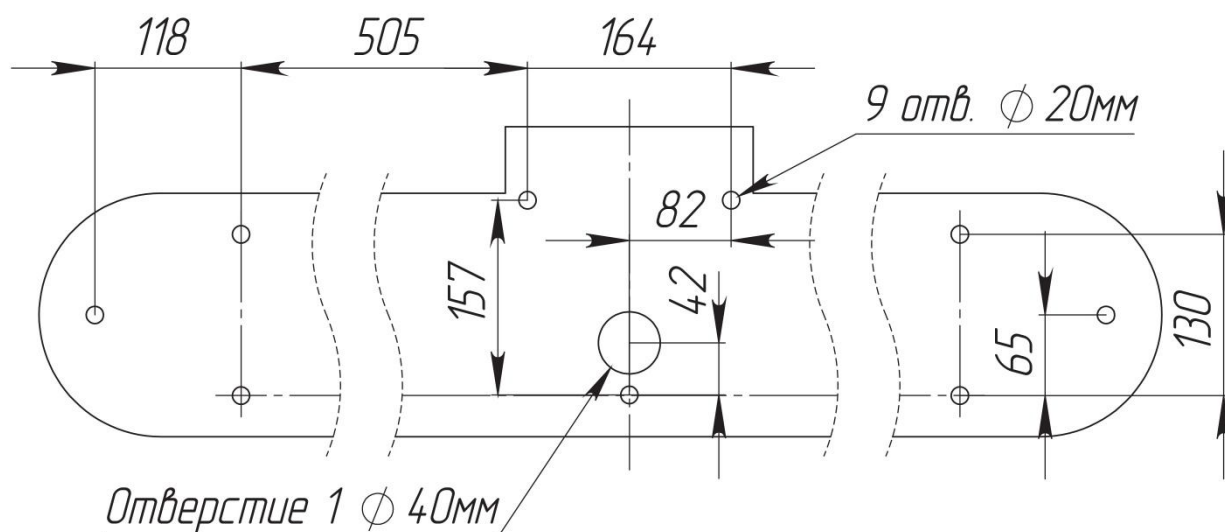
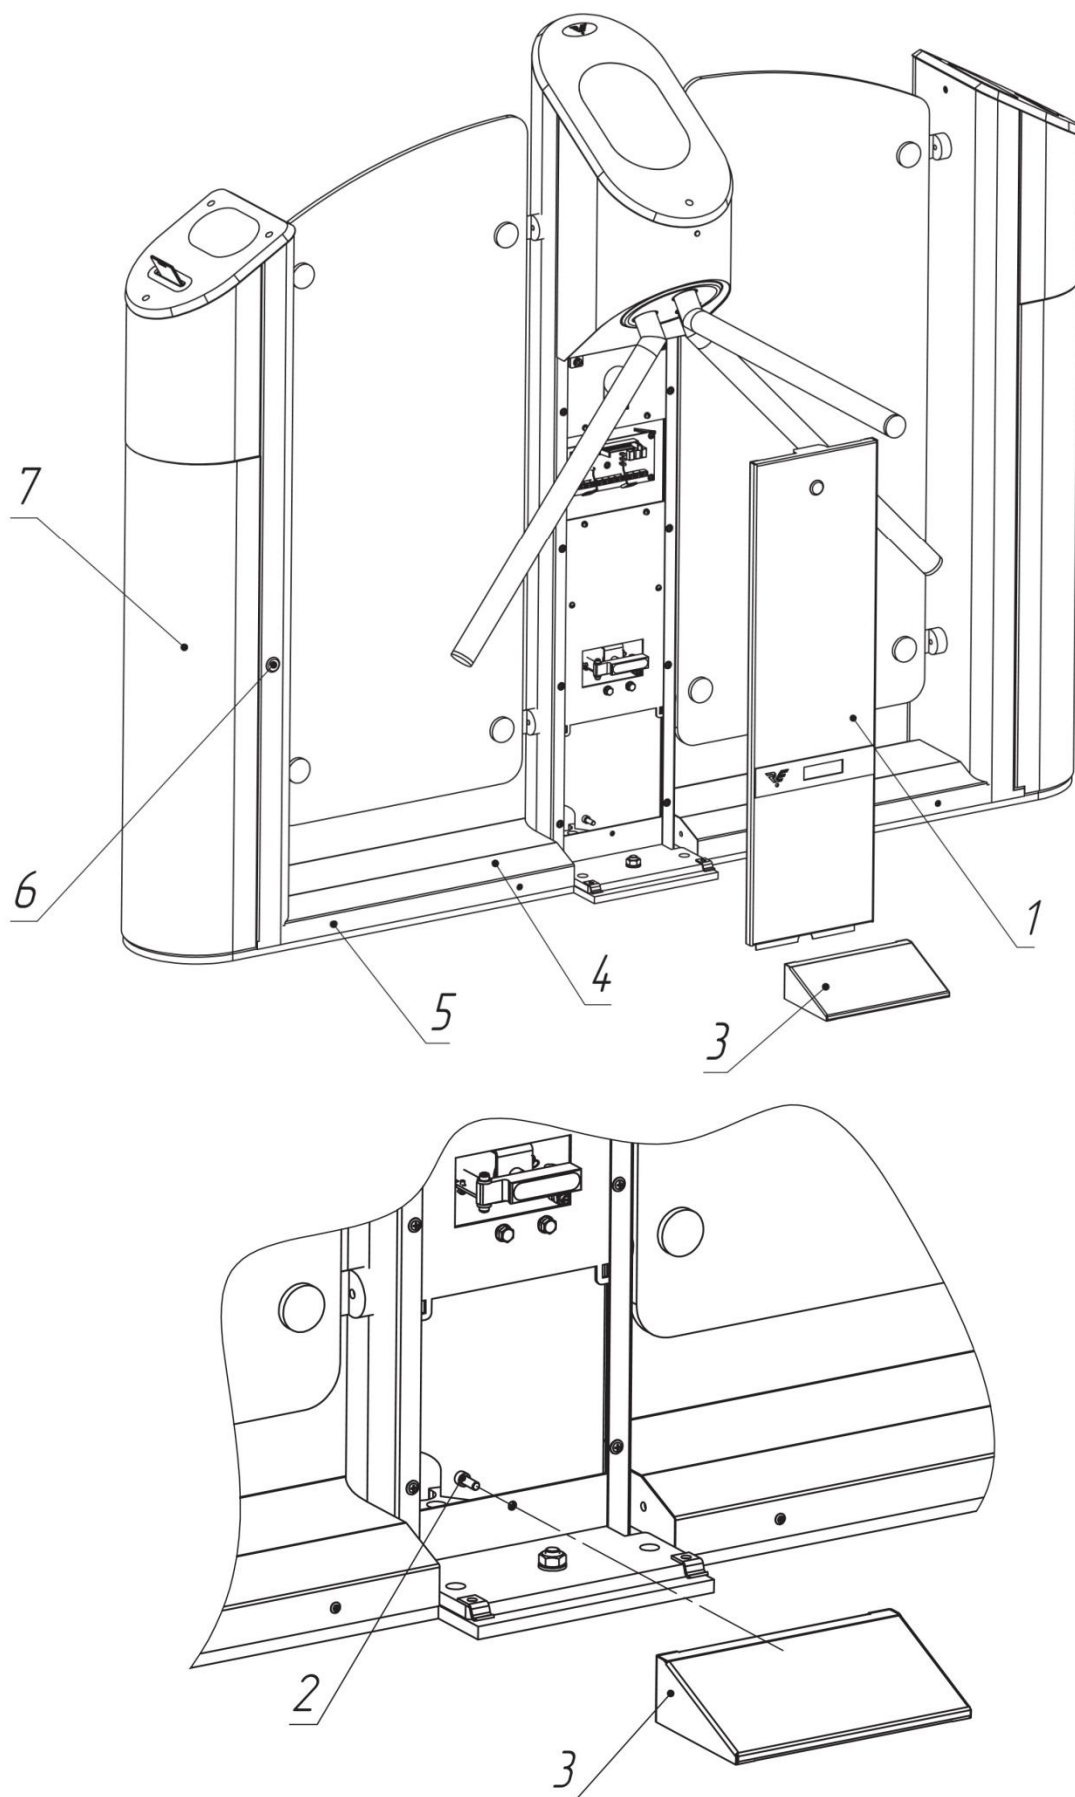
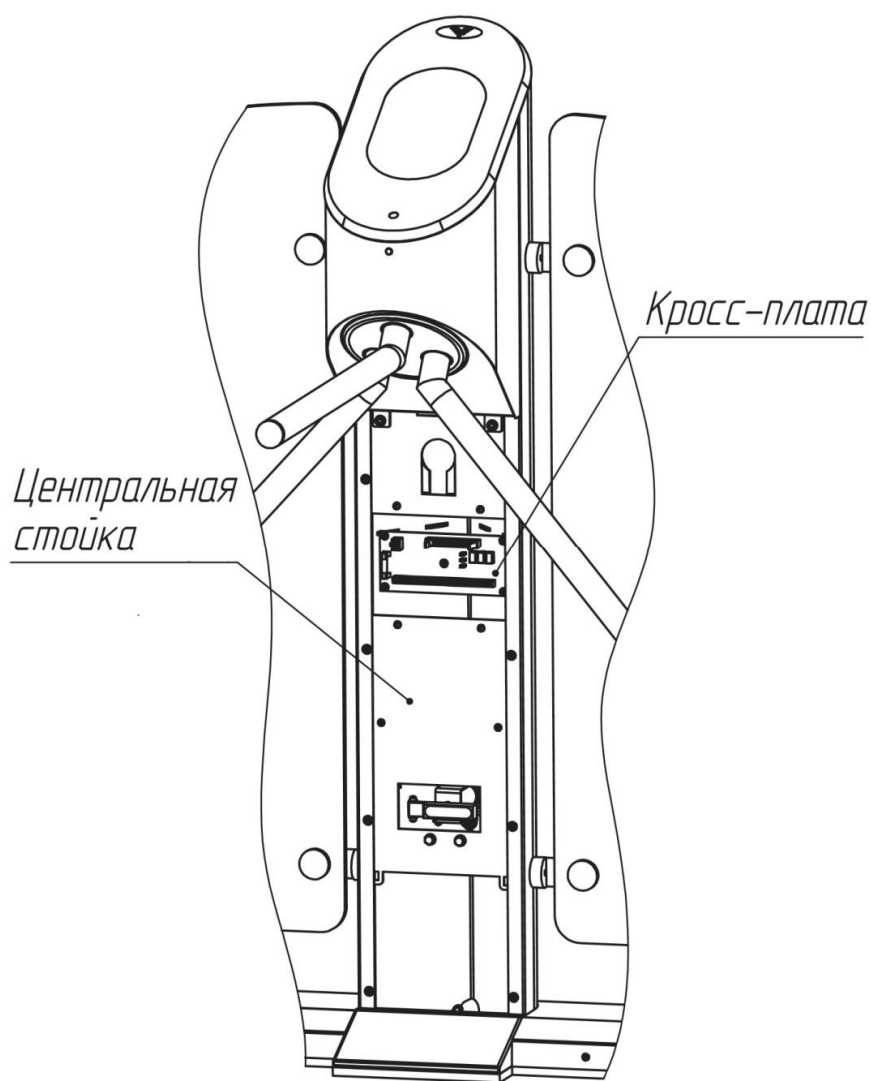

Рис. 6. Установочные размеры
Рис. 7. Схема установки турникета
Рис. 8. Расположение кросс-платы на стойке турникета
4.2.3. По установочным размерам (рис. 6), подготовьте 9 отверстий диаметром 20 мм в полу под анкера крепления стойки турникета. Расположение монтажных отверстий относительно внешних габаритов турникета представлено в Приложении 5. Глубина закладного отверстия должна превышать длину анкера на 5 мм. Вставьте анкера в отверстия.
4.2.4. Подводка кабелей производится через отверстие 1 диаметром 40 мм (рис. 6) в нижней плите турникета. Необходимо подготовить штробу для прокладки кабелей.
4.2.7. Установите турникет на подготовленную площадку (рис. 6). Откройте замок и снимите дверцу (1, рис. 7). Демонтируйте крышку основания центральной стойки (3, рис. 7), выкрутив винт М6 (2, рис. 7).
4.2.8. Для подвода кабелей в корпус боковой стойки с картоприемником необходимо выкрутить 4 шурупа-самореза (5, рис. 7) и приподнять кожух основания (4, рис. 7). Разблокируйте замок стойки картоприемника (6, рис. 7) и откройте дверцу (7, рис. 7).
4.2.9. Заведите в корпус турникета кабели от ПУ, БП и, при необходимости, кабели СКУД и ОПС. Подводка кабелей производится через отверстие 1 в нижней плите турникета (рис. 6). Закрепите кабели кабельными стяжками.
Подключение БП, ПУ и СКУД осуществляется с помощью кросс-платы. Для этого необходимо снять дверцу центральной стойки (1, рис. 7), используя ключи. На рис. 8 показано расположение кросс-платы на стойке турникета.